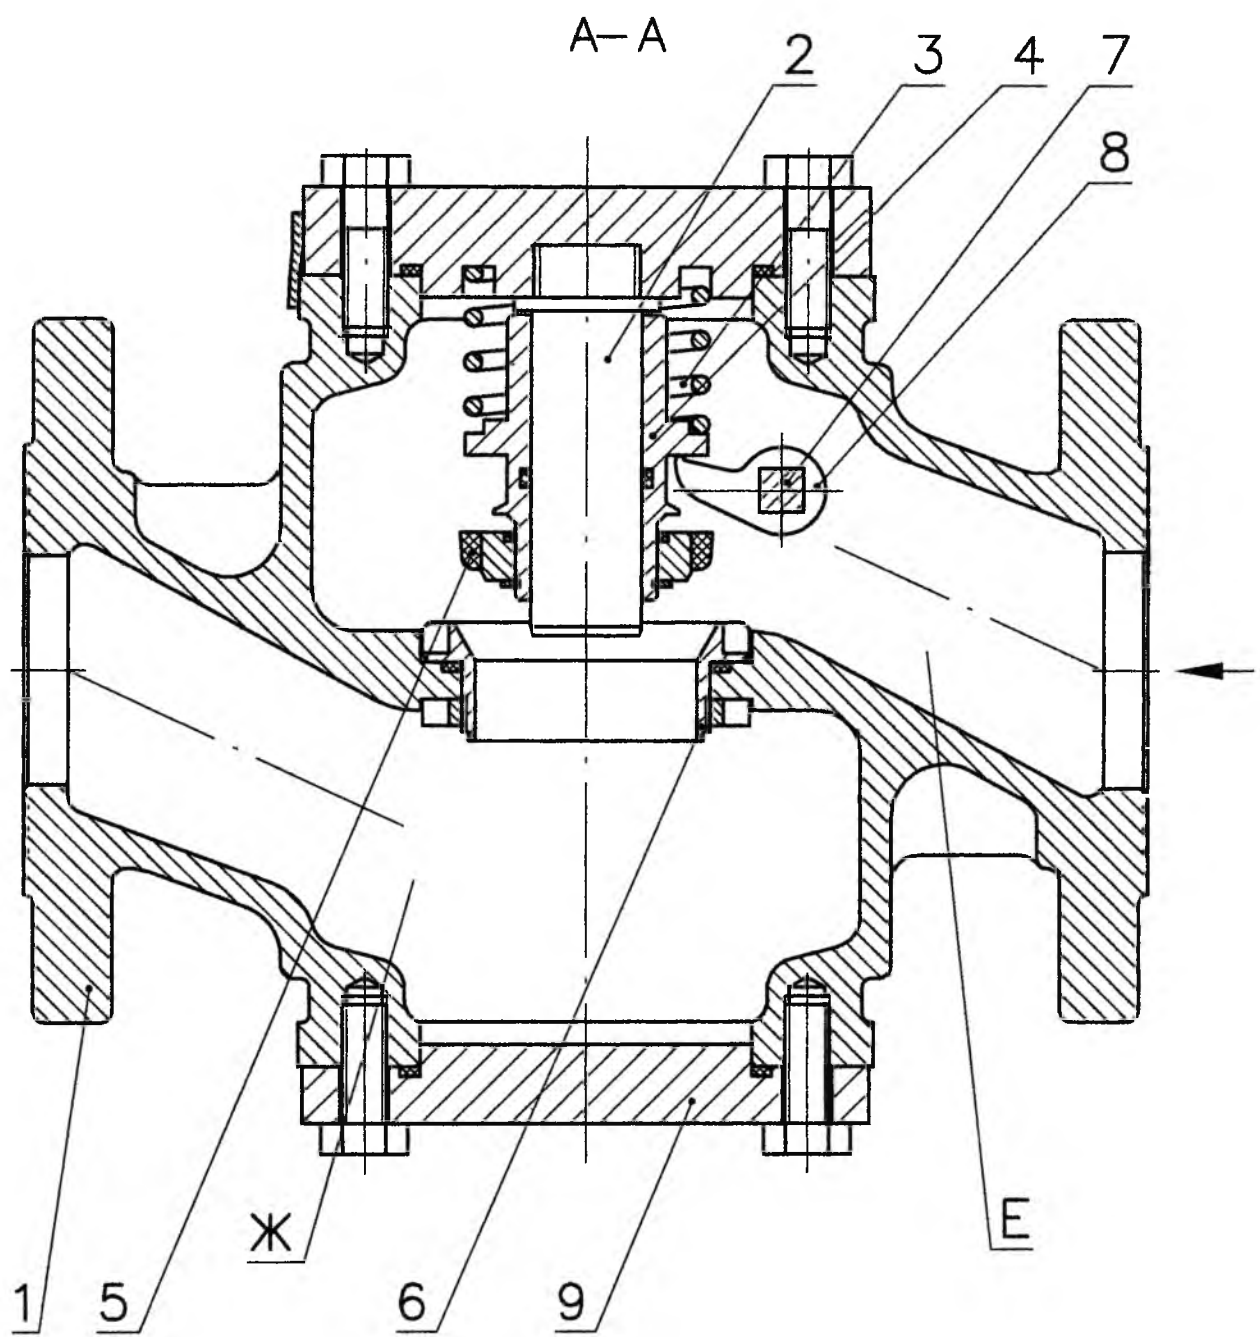

Рисунок 3
1.2.1 Клапаны ПКН-50А, ПКВ-50А, ПКНВ-50А (конструктивное решение), рисунок 3, состоит из литого корпуса 1, верхней крышки с направляющей 2, возвратной пружины 3, подвижной втулки 4, запорного клапана 5, седла клапана 6, поворотной оси 7, рычага 8, нижней крышки 9, механизма настройки ПЗК (на рисунке не показан).